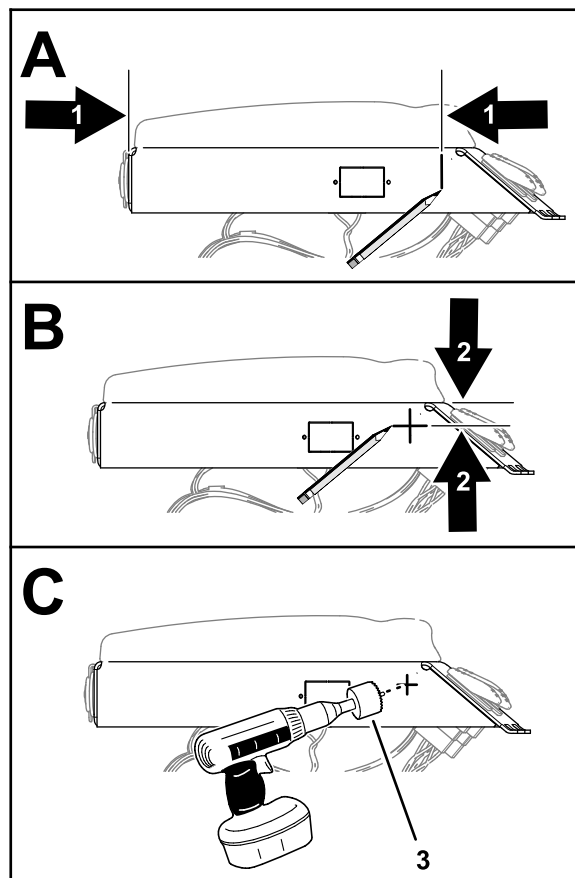

図 104
1. アームパネルの後端から260 mmの所に印を付けます (図 104)。
2. アームパネルの後端から35 mmの所に印を付けます (図 104)。
5. アームパネルのセンターパンチに17mmの穴を開けます (図 104)。